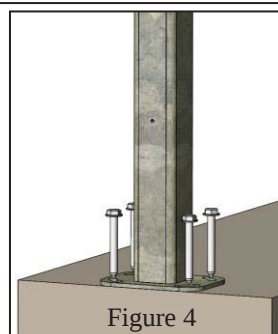

Figure 4
- Repositionner la platine, insérer puis serrer 4 goujons Ø 8 inox (longueur 80 minimum conseillé) (Figure 4).